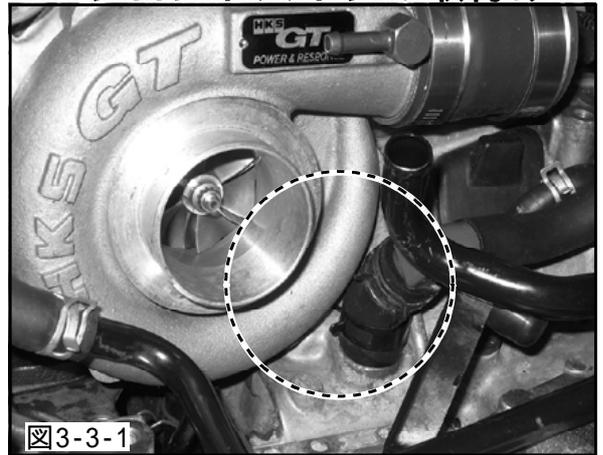

図3-3-1
- ・この時、コンプレッサハウジングとPCVバルブが干渉しますので、タイラップ(中)を使用して、図のように干渉を回避した位置で固定してください。(P37)(図3-3-1)